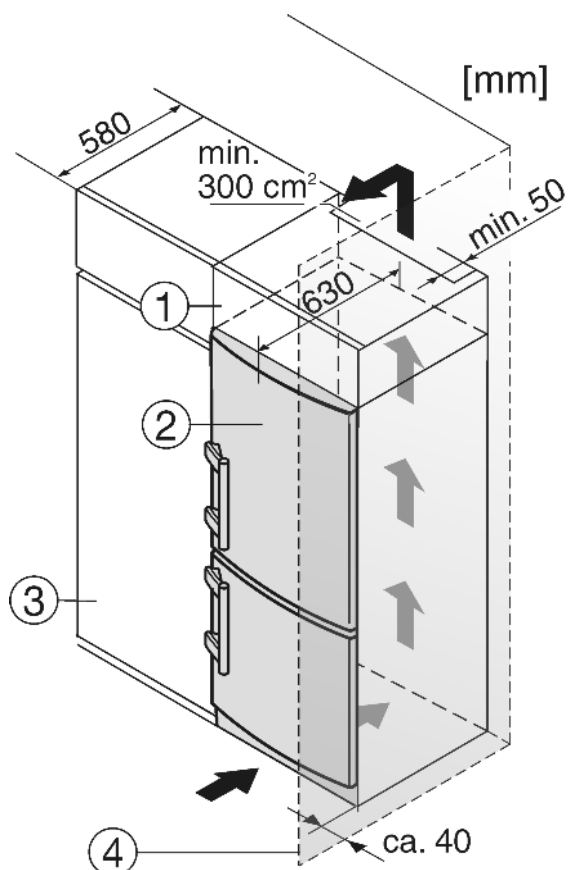

Fig. 9
- (1) Opbouwkast (3) Keukenkast
(2) Apparaat (4) Wand
Het apparaat Fig. 9 (2) kan worden ingebouwd in de keuken. Om het apparaat aan de hoogte van het keukenblok aan te passen, kunt u er een passende opbouwkast Fig. 9 (1) op plaatsen.
Bij ombouw met keukenkasten (max. diepte 580 mm) kan het apparaat direct naast de keukenkast Fig. 9 (3) worden opgesteld. De apparaatdeur springt opzij 34 mm en in het midden van het apparaat 50 mm uit ten opzichte van het keukenkastfront. Hierdoor is de deur zonder problemen te openen en sluiten.
Plaast u het apparaat met de scharnierkant naast een muur Fig. 9 (4), dan moet de afstand tussen apparaat en muur minstens 40 mm bedragen. Dit in verband met het uitsteken van de deurgreep bij een geopende deur.